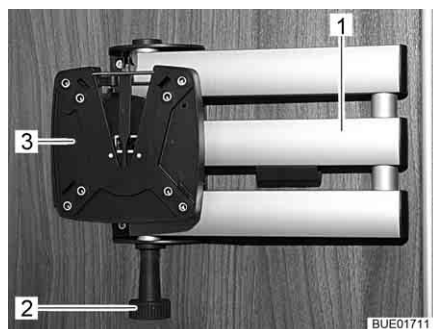

Fig. 74 Soporte con brazo articulado
- Tirar del botón de desbloqueo (Fig. 74,2). El brazo articulado (Fig. 74,1) estará desbloqueado.
- Girar la pantalla plana de regreso a la posición inicial hasta que se oiga engatillar el soporte (Fig. 74,3) en el bloqueo.